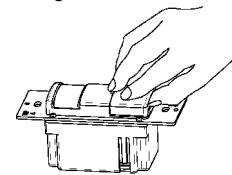

Figure 3
8. Retirer la petite plaque de couvercle. (Illustré comme Figure 3.)